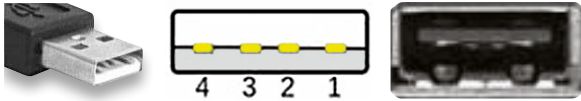

Bild 2: USB-Stecker Typ A, Belegung, USB-Buchse Typ A
Ein wesentlicher Vorteil von USB ist die Standardisierung der Stecker, Buchsen und Kabel. Der Standardsteckertyp heißt USB-Stecker Typ A. Bild 2 zeigt die Belegung der Pins von vorne betrachtet, USB-Logo oben. Die Belegung der Pins ist: 1: Vcc, 2: D-, 3: D+, 4: Gnd. Die Anschlüsse für die Betriebsspannung (Vcc und Gnd) sind leicht vorseilend (etwas länger) und werden daher beim Einstecken elektrisch verbunden, bevor die Datenleitungen (D+ und D-) verbunden werden. Per Konvention sind beim Kabel die Aderfarben: Rot für Vcc (+5 V), Weiß für Data- (D-), Grün für Data+ (D+) und Schwarz für Masse (Gnd) (Bild 6). USB-Stecker Typ A werden gemäß USB-Standard an den USB-Host (PC) angesteckt. Jeder moderne PC hat mehrere Typ A-Buchsen.